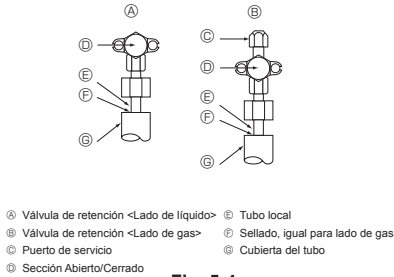

Fig. 5-4
5.4. Prueba de fuga de gas del tubo de refrigerante (Fig. 5-4)